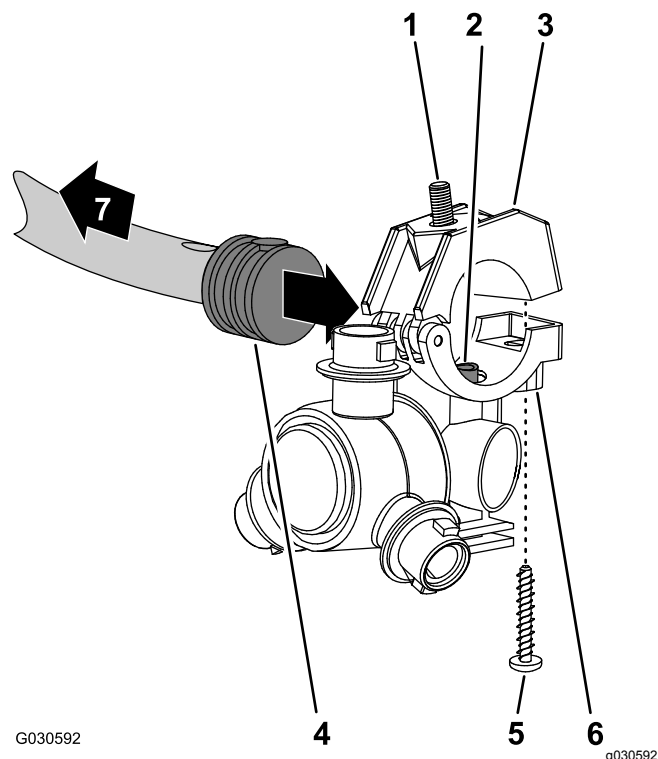

Figure 143
2. Fermez le demi-collier supérieur autour de l'anneau cannelé et fixez le demi-collier et le corps de la buse de pulvérisation (Figure 143) avec la vis en acier inoxydable (n° 12 x 1 1/4") ; serrez la vis en acier inoxydable à un couple de 14 à 18 N·m.
1. Alignez le tube de transfert dans le demi-collier inférieur d'une buse de pulvérisation (Figure 143) et le trou dans le côté de l'anneau cannelé simple (1/2").